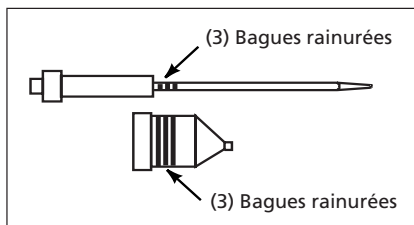

Figure 3 - Nécessaire d'aiguille et buse universelle
3. L'aiguille et la buse à tous usages ont trois rainures en anneaux tel qu'indiqué ci-dessous dans la Figure 3.